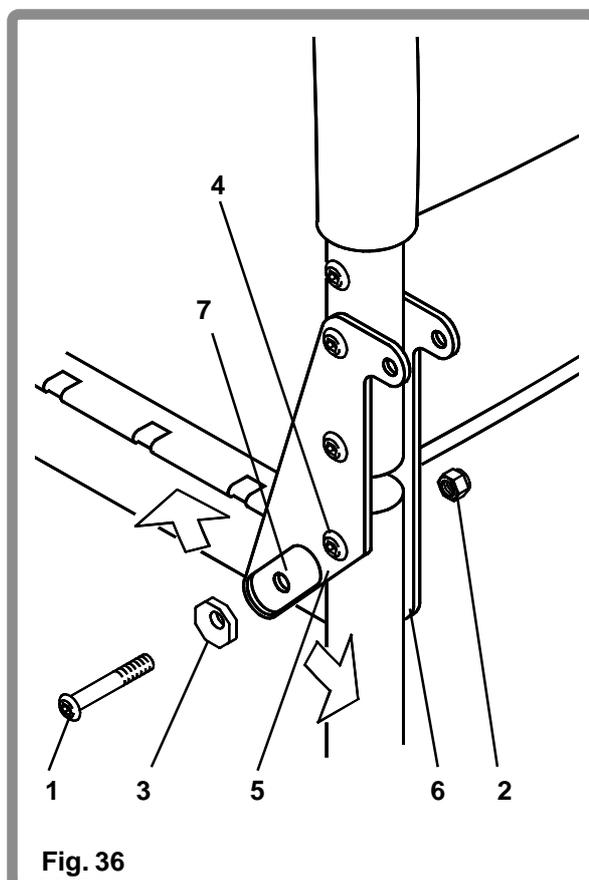

Fig. 36
Pour régler l'angle des dossiers optima (Fig. 36) retirer la vis (1), l'écrou (2) et la rondelle (3). Utiliser une clef Allen de 4 mm et une clef à vis de 10 mm. Desserrer la vis (4) suffisamment pour permettre aux supports (5-6) de tourner. Tourner la rondelle de réglage à l'angle désiré et la replacer dans le creux (7) avec tous les trous alignés. Replacer la vis (1) et l'écrou (2) et serrer. Serrer la vis (4). Serrer jusqu'à 8-10Nm.